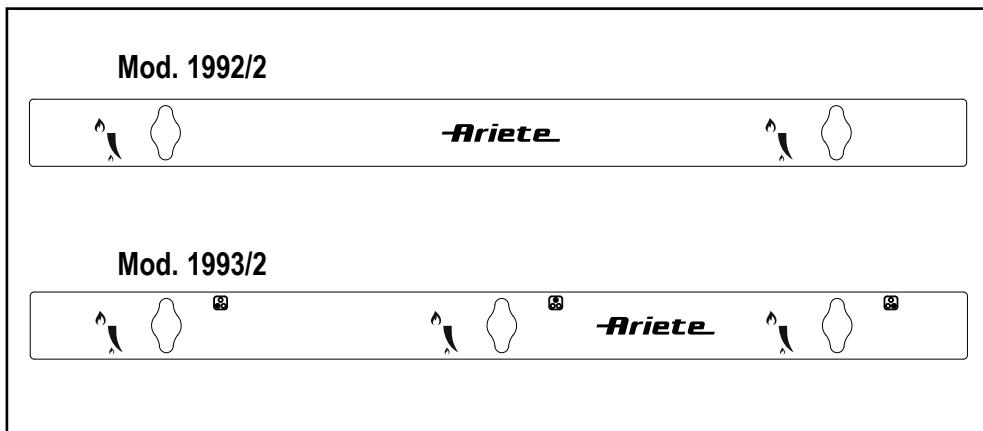

Fig. 3
- Girar el botón del mando relativo en sentido antihorario como indica la Fig. 3.